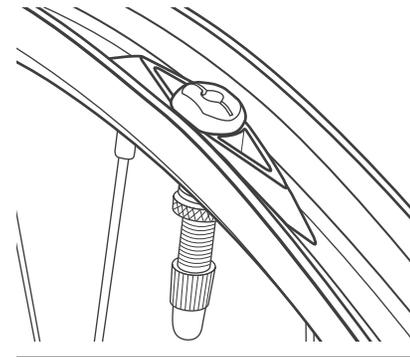

Figure 12. Alignement correct. Les côtés plats de la valve sont alignés avec la paroi de la jante.
4. Alignez les côtés plats de la base de la valve avec les parois de la jante (Figures 12 et 13).